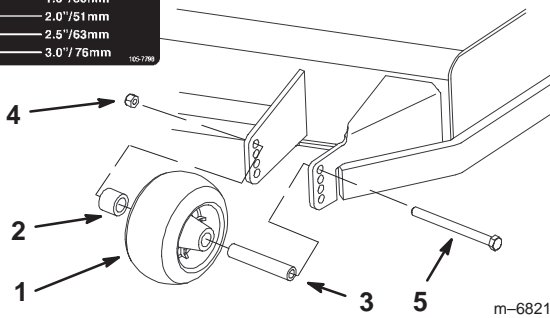

Figure 19
2. Après avoir réglé la hauteur de coupe, réglez les rouleaux en retirant l'écrou à collerette, la bague, l'entretoise et le boulon (Fig. 19).
3. Choisissez le trou pour que le galet de protection se trouve le plus près possible de la hauteur de coupe correspondante voulue (Fig. 19).
4. Posez l'écrou à collerette, l'entretoise, la bague et le boulon. Serrez à 54–61 Nm (40–45 pieds-livre) (Fig. 19).